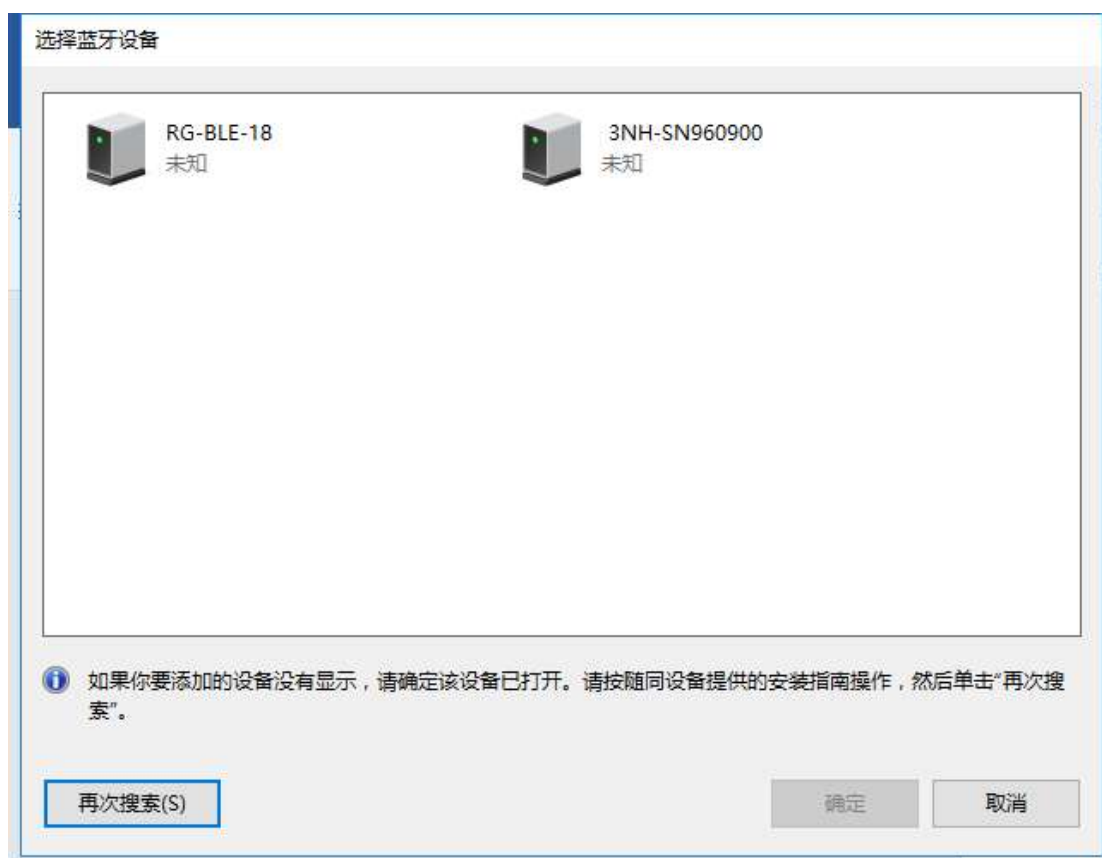

图 13 选择蓝牙设备窗口
4. 在弹出的“选择蓝牙设备”窗口（如图 13 所示），选择仪器的蓝牙设备，然后点击“确定”。仪器的蓝牙设备一般以“3NH”加仪器序列号的形式出现，如仪器序列号为“960900”，则仪器的蓝牙名为“3NH-SN960900”。由于系统需要时间去发现蓝牙设备，可能要等一会。